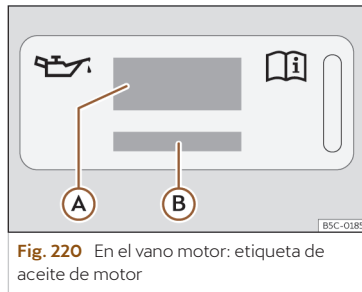

Fig. 220 En el vano motor: etiqueta de aceite de motor
Leyenda de la >>> fig. 220:
Si debe rellenar el aceite del motor, utilice uno de los aceites indicados en la etiqueta >>> fig. 220. La etiqueta con la norma prescrita
- Si falta la etiqueta con la especificación del aceite motor >>> **fig. 220**, póngase en contacto con un taller especializado.